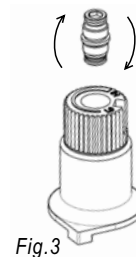

Fig. 3
- 12) Flip the screw (Fig. 3).